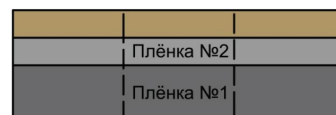

Рис. 10 Тыльная сторона коньково-карнизной черепицы
10.1.1 Перед укладкой гонта коньково-карнизной черепицы Döcke PIE на крышу снимите плёнку №1. Плёнку №2 снимать не требуется (Рис.10).